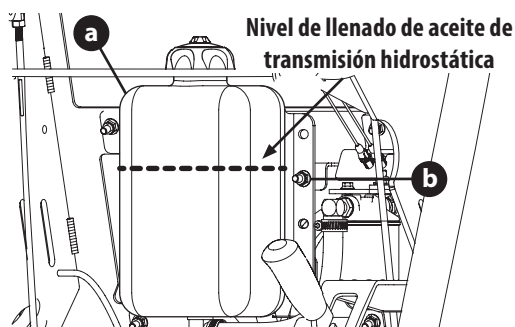

Figura 26
- Localice el depósito de aceite de la transmisión hidrostática (a) detrás del motor bajo el panel de control (Figura 26).
- Compruebe que el nivel del depósito de aceite de la transmisión hidrostática está por encima de los pernos de montaje del depósito superior (b) (Figura 26).
7. Agregue aceite de la transmisión hidrostática hasta el nivel de los pernos de montaje superiores del depósito (Figura 26 a la página 57).